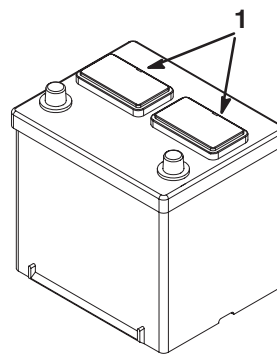

Figure 8
2. Nettoyez le dessus de la batterie puis retirez les bouchons d'aération (Fig. 8).